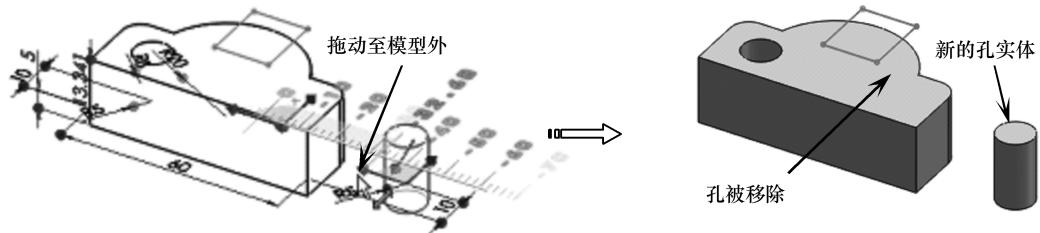

图 1-51 选择修改面并显示控标
- 04 在激活的 Instant 3D 状态下，选择实体模型中的一个圆形孔面，随后显示 2 个控标。一个是控制整个模型的控标，另一个是控制孔的控标，如图 1-51 所示。